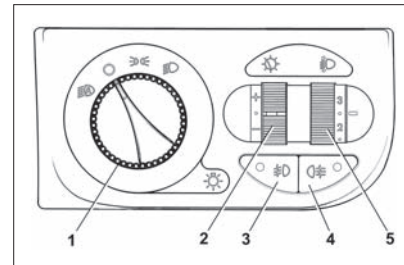

Рис. 47. Модуль управления светотехникой
**1 – переключатель наружного освещения** (рис. 47) имеет четыре фиксированных положения:
Включение передних противотуманных фар и задних противотуманных фонарей происходит при нажатии на клавиши модуля управления светотехникой соответственно 3 и 4 (рис. 47), если включены ближний или дальний свет фар (кроме того, при включенных габаритных огнях можно включить либо только передние противотуманные фары, либо противотуманные фары совместно с противотуманными фонарями). В случае выключения зажигания при включенных противотуманных фонарях/фарах – при следующем включении зажигания они не включаются.